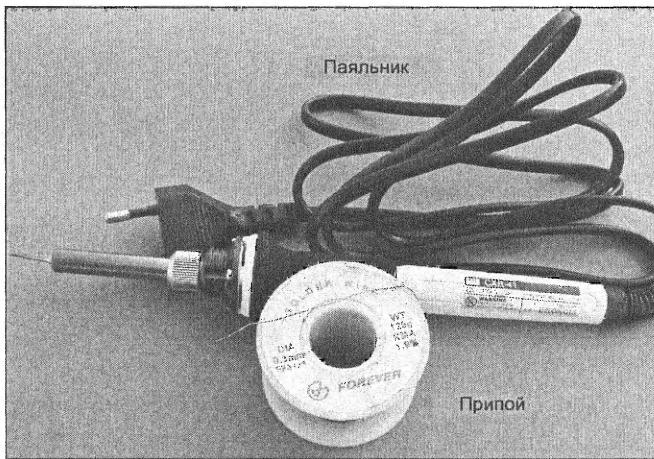

Рис. 1.24. Паяльник и проволочный припой
- Проволочный припой. Для пайки мы рекомендуем тонкий проволочный припой (мы применяем припой марки 26 SWG). На рис. 1.24 изображены припой и паяльник.